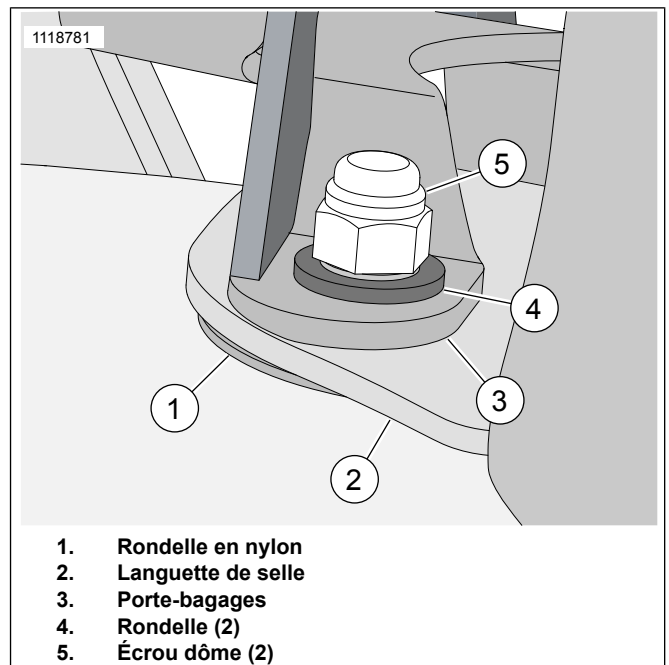
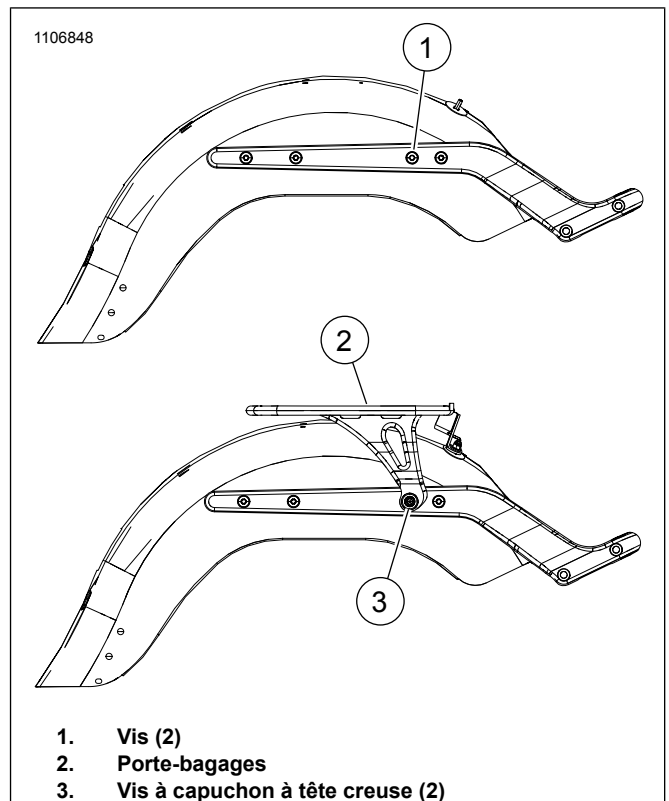

Figure 5. Pose de la visserie
Figure 6. Kits 50300154 et 50300156
2. Voir Figure 6. Déposer les vis (1) du garde-boue.
- a. Voir Figure 5. Vérifier que la rondelle en nylon (1) et la languette de selle (2) sont correctement positionnées sur les goujons.
- b. Placer le porte-bagages (3) sur la languette de selle (2).
- c. Poser, sans les serrer, les rondelles (4) et les écrous (5).
- d. Voir Figure 6. Aligner les orifices de la plaque latérale du porte-bagages sur le garde-boue.
- e. Poser, sans les serrer, les deux vis à capuchon à tête creuse (3) pour maintenir le porte-bagages en place.
- f. Déposer une vis à capuchon à tête creuse (3) et appliquer du frein filet.